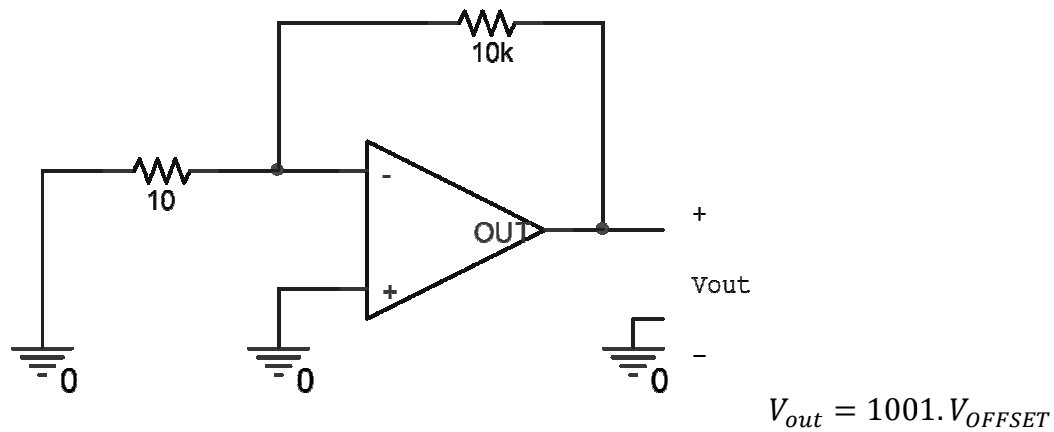

Figura 1: Circuito para a Medição do *Offset*.
1.1. Monte o circuito da Figura 1 e meça a tensão de *Offset*.